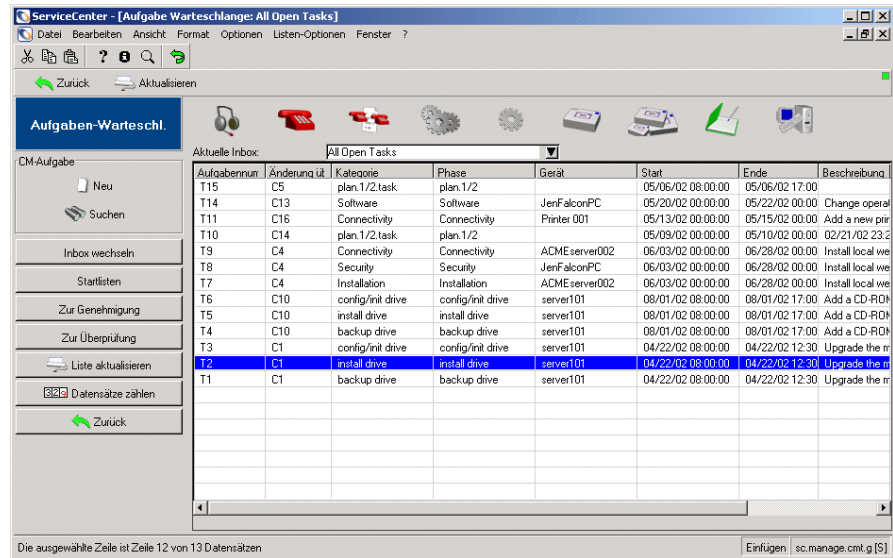

Abbildung 10-59: Aufgaben-Inbox
- 1 Klicken Sie im Menü **Change Management** auf **Aufgabenwarteschlange**. Abbildung 10-59 auf Seite 476 zeigt eine typische Aufgaben-Inbox, in der sämtliche dem Benutzer zugewiesenen Aufgaben aufgeführt werden.